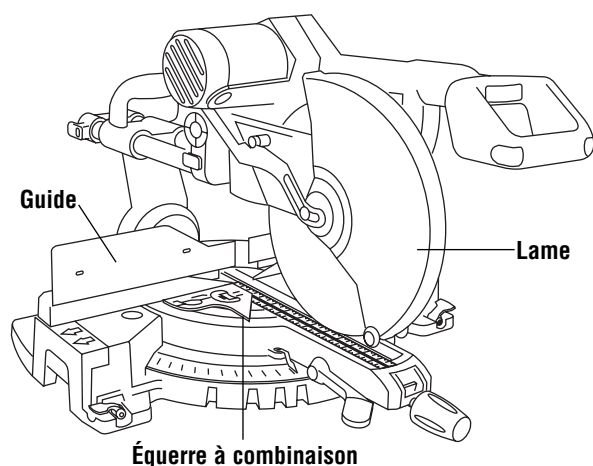

Figure 9. Lame d'équerre par rapport au guide
2. Abaissez l'ensemble de la tête, sortez la goupille de blocage en la tirant et tournez-la de 90°, faites-la pivoter pour bloquer l'ensemble de la tête en position basse. Assurez-vous que la table est au cran 0° et serrez le bouton de blocage d'onglet. Placez l'équerre adéquatement de manière à ce qu'elle ne vienne pas en contact avec les dents de la lame de scie. La lame de scie doit venir en contact avec toute la longueur de l'équerre (Figure 9).